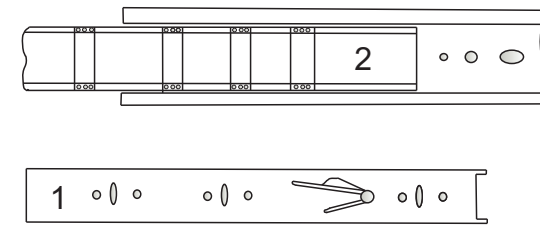

рис.16
3. Теперь у нас каждая направляющая состоит из двух съёмных частей (рис.16). Съёмные части №1 крепятся к боковине ящика, а части №2 к боковине комода, где будет ящик. Съёмная часть направляющей №1 крепится к боковой стенке ящика. У нас она крепится посередине ящика на саморезы 3,5x15.(рис.1в).